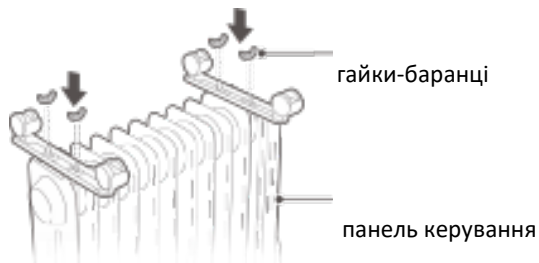

Рисунок 2
3. Два комплекти компонентів коліщат фіксуються за допомогою чотирьох гайок-баранців (див. рис. 2). Переверніть обігрівач і установіть його в потрібному місці, просто поставивши коліщатами на підлогу.